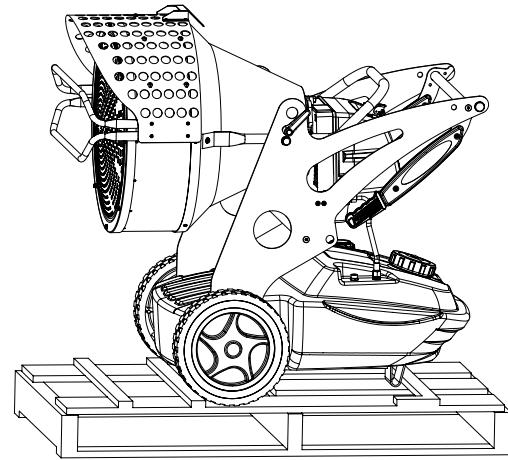

Abbildung 2 - Auf der palette
- Die Bänder entfernen, mit denen das Heizgerät an der Palette befestigt ist (Abb. 2).
- Der Generator entsprechend an der Palette befestigt werden (Abb. 2).
- Stellen das Gerät in geeigneten und nicht naßen Ort. Nicht mehr als 2 Geräte übereinanderlegen. Schicken das Heizer als Abbildung Abb. 1 oder wenigstens als Abb. 2.